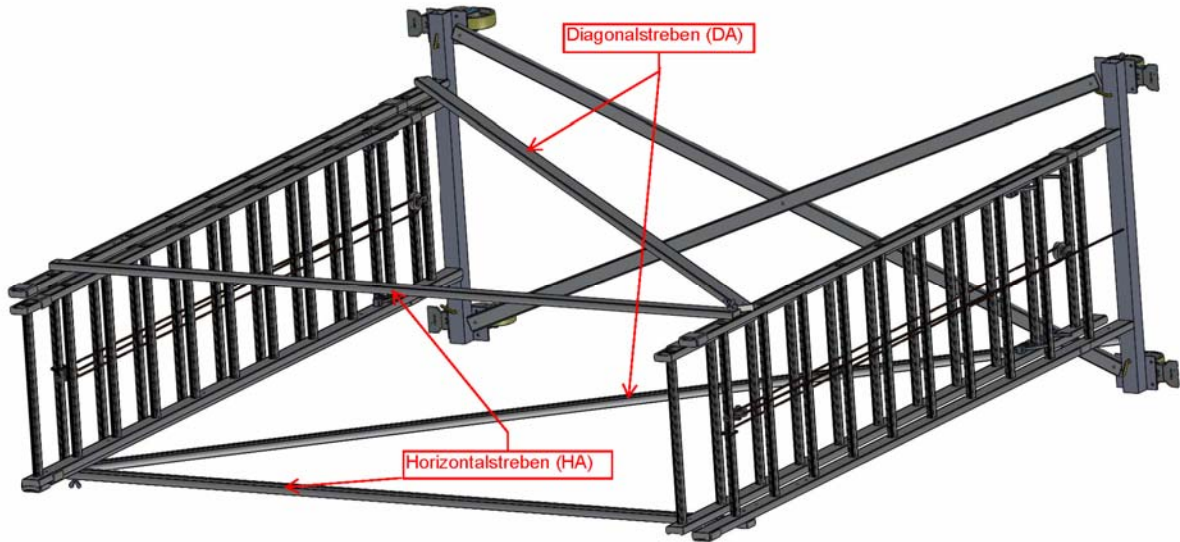

Bild 3
- 3.) Außenleitern mit den Horizontal- **(HA)** und Diagonalstreben **(DA)** wechselseitig von außen mit den Holmen verschrauben. Bild 3